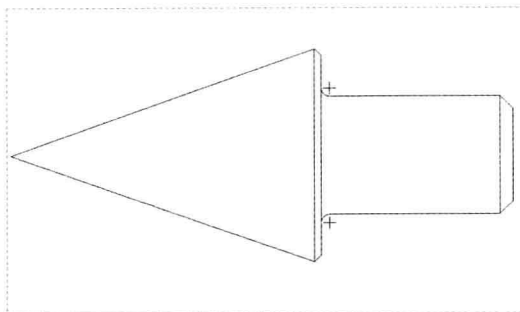

图 3-56 图形文件
Step 01 按【Ctrl+O】组合键，打开图形文件，如图 3-56 所示。